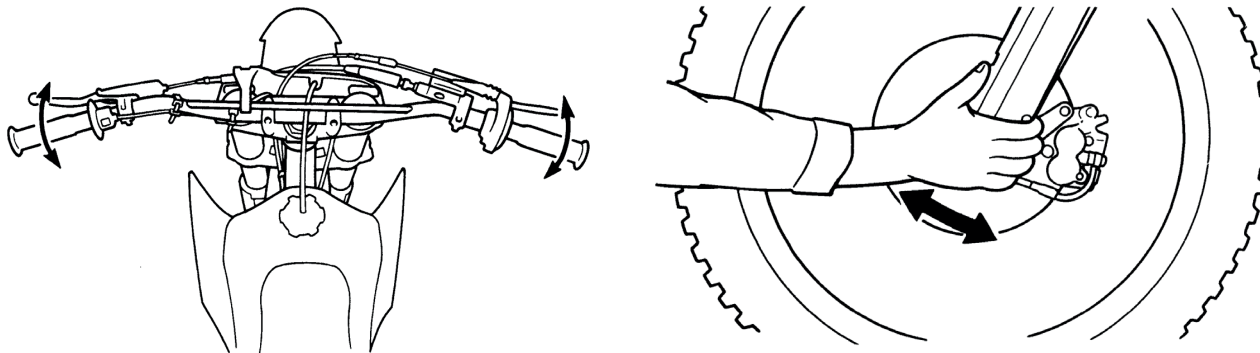

Рисунок 5.32. Проверка рулевой колонки
2. Встаньте перед мотоциклом. Возьмитесь за вилку (в районе передней оси) и потяните вилку по направлению к двигателю, и обратно см. рис. 5.32 несколько раз. Если подшипники изношены, вы почувствуете люфт или даже услышите щелчок / глухой удар.